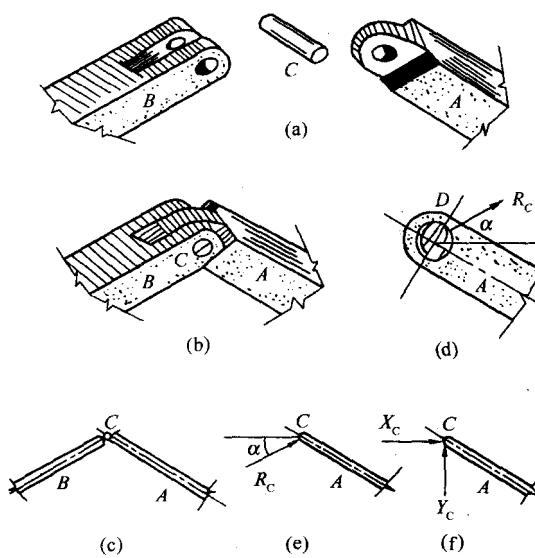

图 1-1-9
1) 光滑圆柱销钉连接：常见的门窗合页就是这种约束。它是由一个圆柱形销钉插入两个物体的圆孔中构成的，且认为销钉与圆孔的表面光滑。销钉不能限制物体绕销钉转动，只能限制物体在垂直于销钉轴线的平面内沿任意方向的运动，如图 1-1-9 所示。当物体有运动趋势时，销钉与圆孔壁必然在某处接触，约束反力一定通过这个接触点，接触点的位置往往不能预先确定，因此约束反力的方向也不能预先确定。受力分析时，可以将其反力用一对正交分力表示，如图 1-1-9 所示。